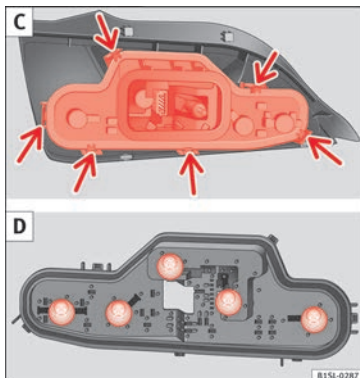

Fig. 89 Gruppo ottico posteriore: C: smontare il portalampada, D: smontare le lampadine.
8. Staccare il portalampada nelle linguette (freccia) » **fig. 89 C** ed estrarre il portalampada del fanale.
9. Sostituire la lampadina guasta con una lampadina nuova identica » **fig. 89 D**.
10. Inserire il portalampada nel gruppo ottico posteriore. Le linguette di bloccaggio (freccia) devono incastrarsi emettendo un "clic" » **fig. 89 C**.